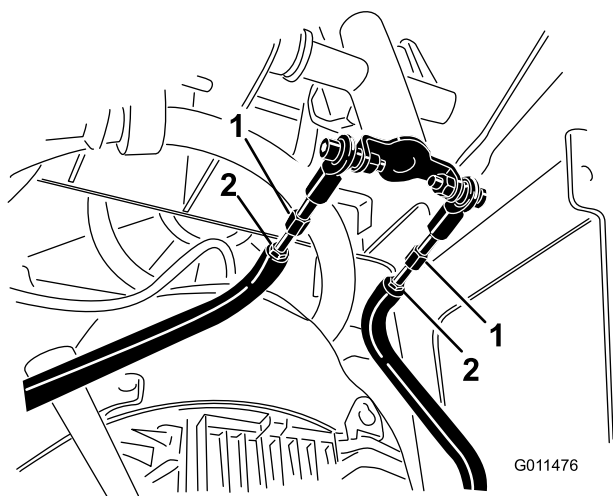

Figura 54
- D. Allentate i controdadi situati sulle aste di trazione, al di sotto della plancia (Figura 54).